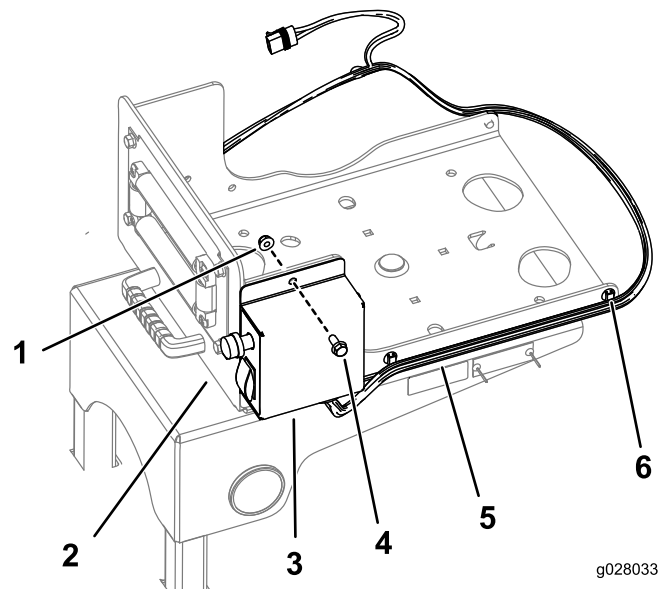

Bild 21
3. Befestigen Sie den Schaltkasten mit zwei Schrauben (5/16"-18 x 1/4") und zwei Bundmuttern (5/16"-18) an der Schwenkplatte, wie in Bild 21 abgebildet.
4. Befestigen Sie den Kabelbaum mit den vorhandenen Clips an den Seiten der Schwenkplatte (Bild 21).